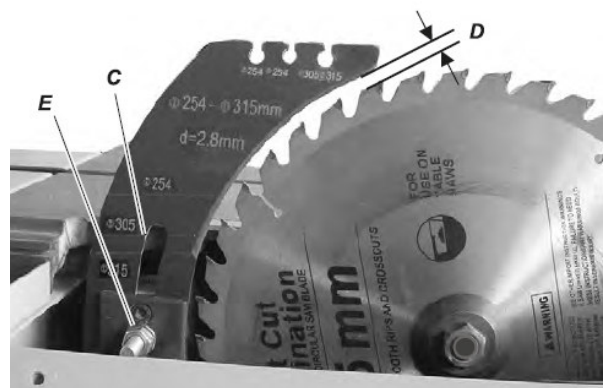

Abb. 5-10: Einstellung
- Bei maximaler Schnitthöhe des verwendeten Sägeblatts muss die Markierung (Pos. C, Abb. 5-10) mit der Kante des Haupttisches ausgerichtet sein.
- Der Abstand (Pos. D, Abb. 5-10) muss an allen Positionen des Tischkreissägeblattes zwischen 3 und 8 mm betragen.
- Bei Bedarf die Schraube (Pos. E, Abb. 5-10) lösen und korrigieren.